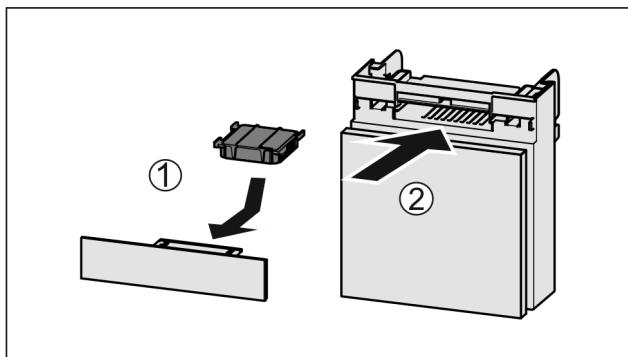

Fig. 43
- Установите фильтр с активированным углем, как показано на рисунке Fig. 43 (1).
► Вставьте отделение Fig. 43 (2).